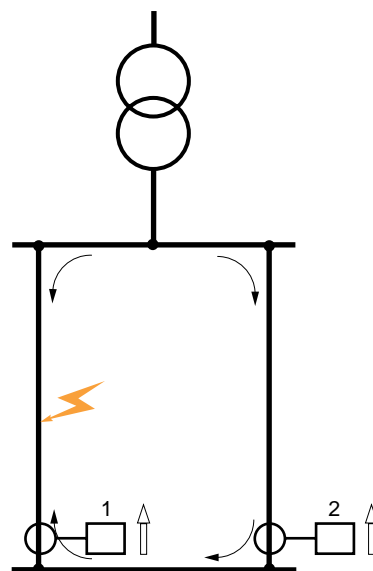

fig. 2 : la protection directionnelle (1) déclenche car le sens d'écoulement du courant est anormal.
■ la protection directionnelle de "phase" est installée pour protéger deux liaisons exploitées en parallèle, une boucle ou une portion de réseau reliant deux sources d'énergie (cf. fig. 2).